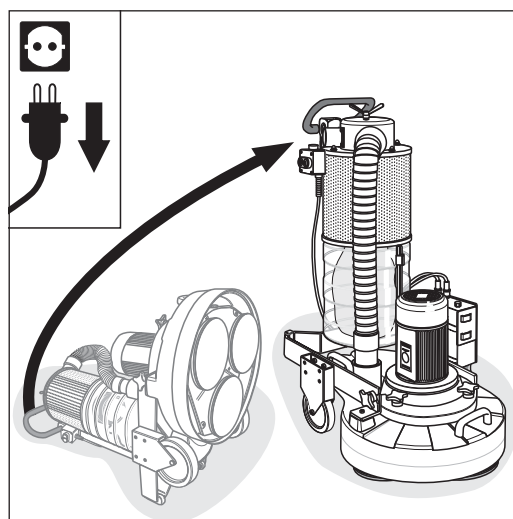

Abb. 30 Mit beiden Händen an den Haltebügel am Fahrgestell greifen und die Maschine vorsichtig nach vorne kippen.
- 4 Greifen Sie mit beiden Händen an den Haltebügel am Fahrgestell und kippen Sie die Maschine vorsichtig nach vorne, so dass die Teller auf dem Fußboden aufliegen (Abb. 30).
- 6 Greifen Sie mit beiden Händen an den Haltebügel am Fahrgestell und kippen Sie die Maschine vorsichtig nach vorne, so dass die Teller auf dem Fußboden aufliegen (Abb. 30).
- 9 Greifen Sie mit beiden Händen an den Haltebügel am Fahrgestell und kippen Sie die Maschine vorsichtig nach vorne, so dass die Teller auf dem Fußboden aufliegen (Abb. 30).
so dass die Teller auf dem Fußboden aufliegen (Abb. 30).